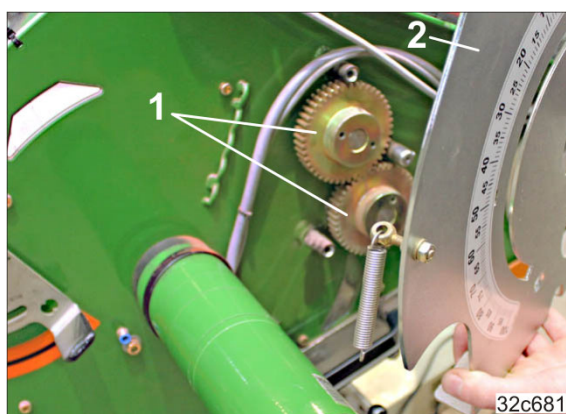

Fig. 286
7. Retirer la poussière et les saletés présentes sur les roues à denture droite (Fig. 286/1) derrière la tôle graduée (Fig. 286/2) avec de l'air comprimé.